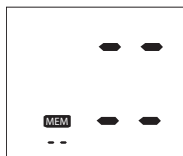

Fig. 3
2. Pulse y mantenga pulsado el botón MEM hasta que titilen cuatro líneas horizontales, Fig. 3; lo cual indica que se han borrado todas las mediciones.